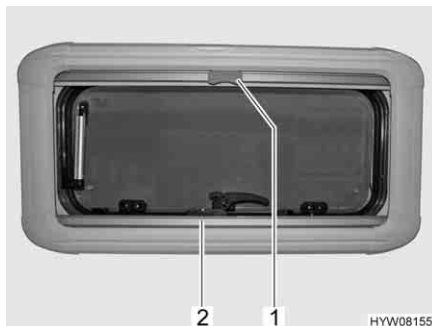

Fig. 29 Finestra apribile
- Afferrare la tendina oscurante pieghevole (Fig. 29,2) per la parte centrale della barra di presa, tirarla dal basso verso l'alto e rilasciarla nella posizione desiderata. La tendina oscurante pieghevole rimane in questa posizione.
- Tirare la zanzariera a rullo per la maniglia (Fig. 29,1) verso il basso fino a quando non si trova in contatto con la tendina oscurante pieghevole (Fig. 29,2).
- Premere la maniglia (Fig. 29,1) della zanzariera a rullo.